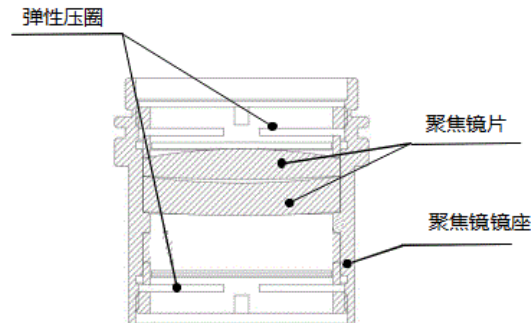

图 6.9 — 聚焦镜片安装示意图
- 按图 6.9 所示方向将聚焦镜片和弹簧压圈小心地放到镜座内，适当用力旋紧压圈；